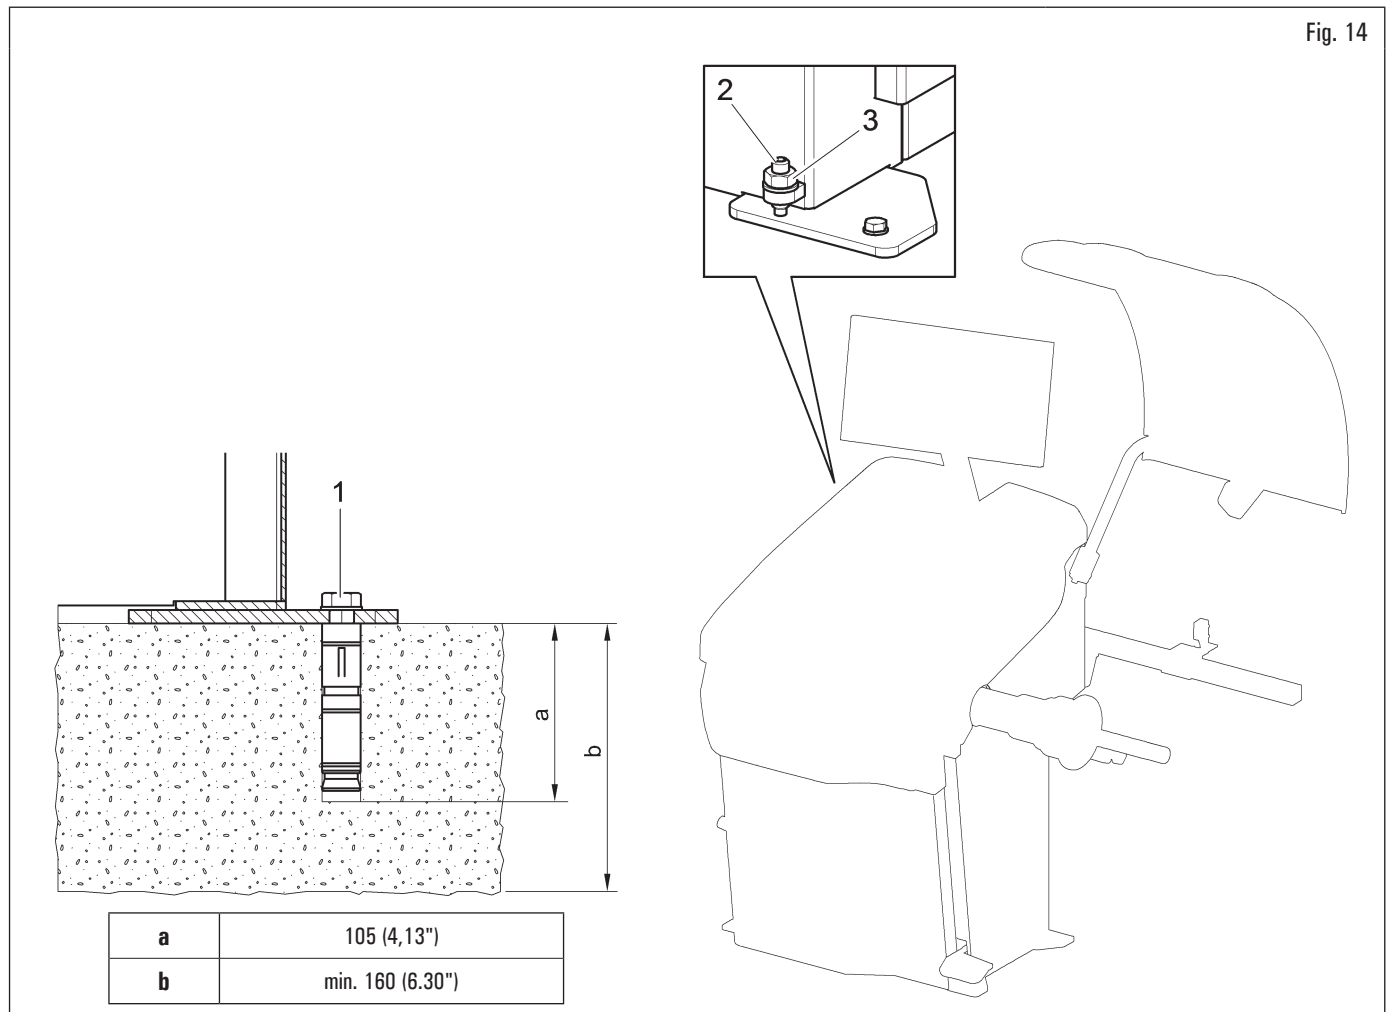

Fig. 14
L'équipement emballé est fixé à la palette de support par des trous sur le châssis indiqué dans la figure ci-dessous. Ces trous doivent également être utilisés pour la fixation au sol, en utilisant des ancrages appropriés pour le béton (non inclus). Avant de fixer au béton, vérifiez que tous les points d'ancrage sont plats, de niveau et en contact avec le sol. Dans le cas contraire, caler entre l'équipement et le sol, comme indiqué sur la Fig. 14.
Après avoir vérifié que l'équilibreuse est correctement mise à niveau, serrer l'écrou (Fig. 14 réf. 3) maintenant la vis avec une clé spéciale (Fig. 14 réf. 2)
- Pour fixer l'équipement au sol, utilisez des boulons et goupilles d'ancrage (Fig. 14 réf. 1) avec une tige filetée M8 (UNC 5/16) adaptée au sol sur lequel sera fixé l'équilibreuse et en nombre égal au nombre de trous de montage sur le châssis inférieur ;